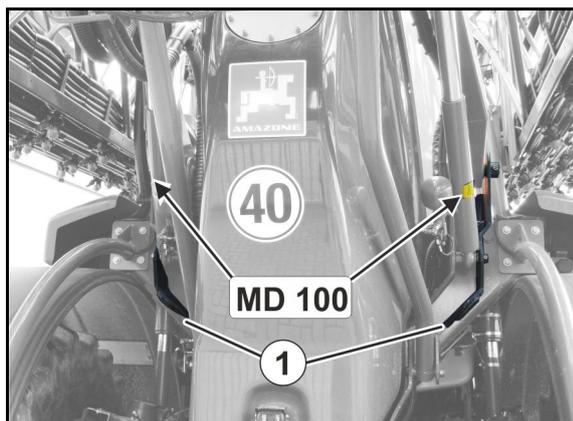

Fig. 5
- 2 points d'arrimage à l'arrière (Fig. 5/1)